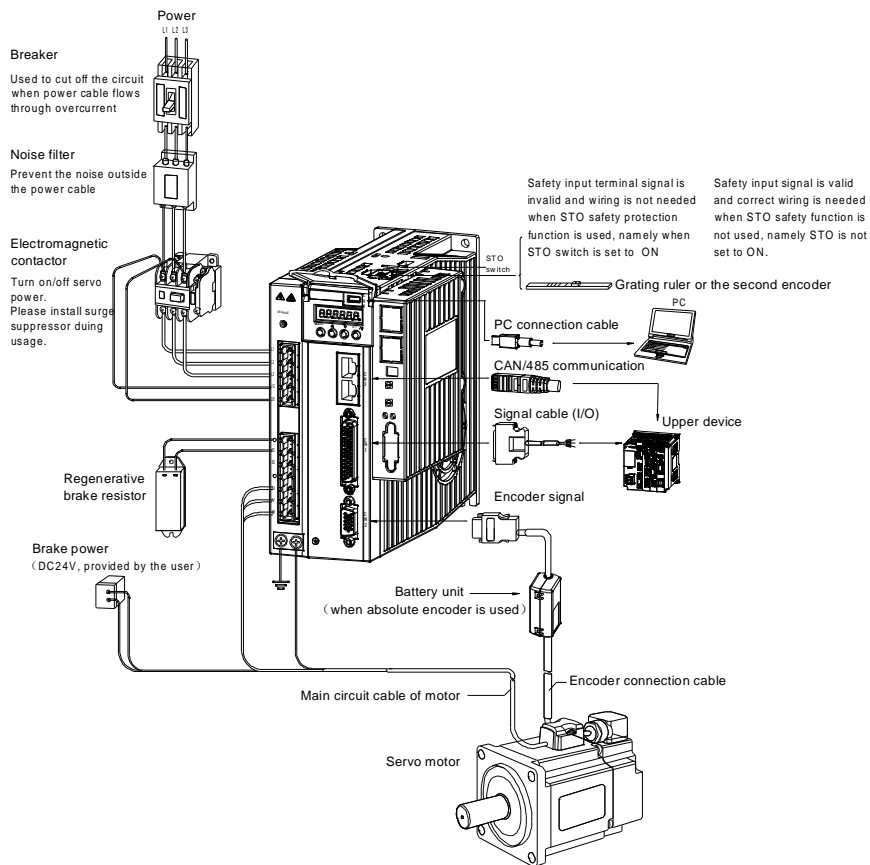

Рис. 3.1 Монтажная схема проводки между сервоприводом и внешними устройствами
- ✧ На рис. 3-1 показан встроенный тормозной резистор, который входит в стандартную комплектацию. Если в системе используется внешний тормозной резистор, см. соответствующую монтажную схему. Тормозной резистор следует крепить на основание, выполненное из негорючих материалов, например из металла.